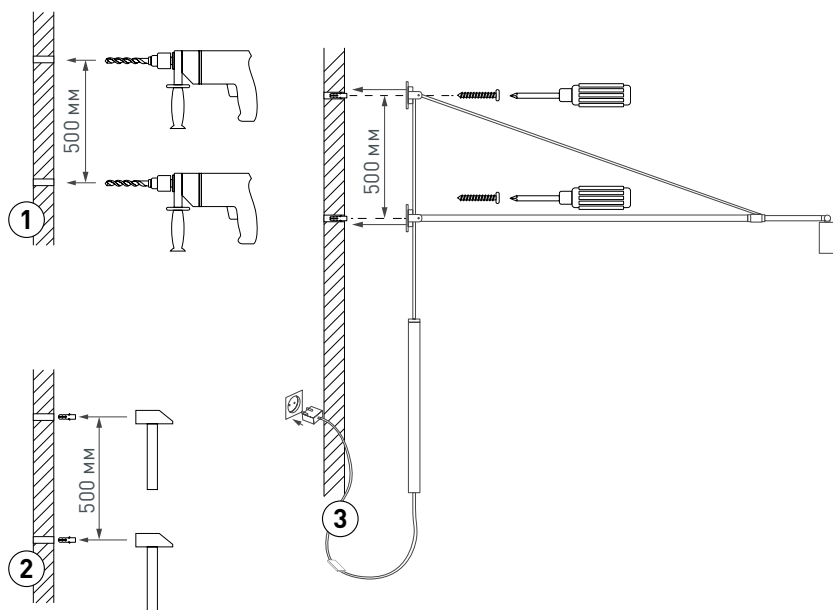

Рис. 2. Установка и подключение светильника
- 3.3. Закрепите верхний и нижний кронштейн винтами, как показано на рис. 2. Убедитесь, что они расположены строго по вертикали и прочно закреплены, кабель свободно перемещается и не перекручивается.